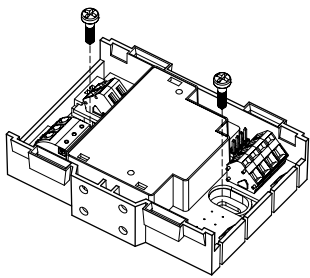

Fig. 1
- on a plane surface (Fig. 1)
1. Position the module on a plane surface (Fig. 1).
- Auf einer planen Fläche (Fig. 1)